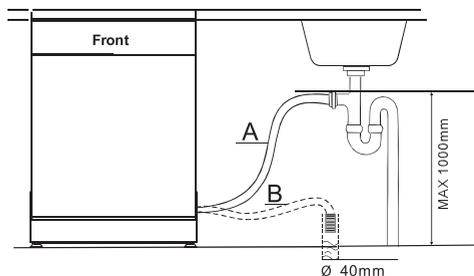

Рис. 7. Подсоединение сливного шланга
4. Подсоедините сливной шланг (см. рис. 7).